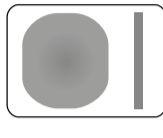
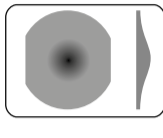
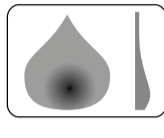

FIGURA 11.2 - DISTRIBUIÇÃO HOMOGÊNEA DE TINTA
FIGURA 11.3 - ALTA CONCENTRAÇÃO NO CENTRO
FIGURA 11.4 - ALTA CONCENTRAÇÃO NO FUNDO
6. A Figura 11.2 ilustra um bom exemplo de aplicação de tinta. Se a aplicação apresentar uma concentração elevada de tinta no centro conforme a Figura 11.3, significa que o produto deve ser diluído. Se a aplicação apresentar concentração elevada nas partes superior e inferior conforme a Figura 11.4, significa que o bico de fluido 5 ou as capas de ar 15R e 15L estão parcialmente obstruídos e deverão ser limpos.